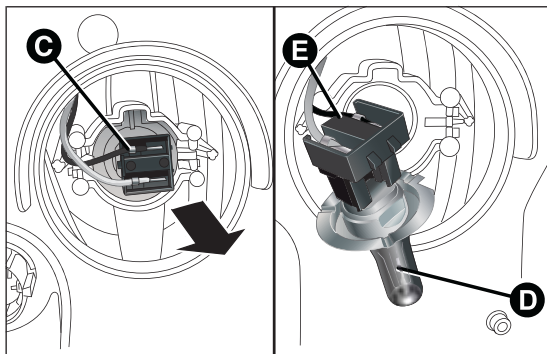

fig. 160
- retirer le groupe connecteur + douille C fig. 160 en le désolidarisant vers l'extérieur ;